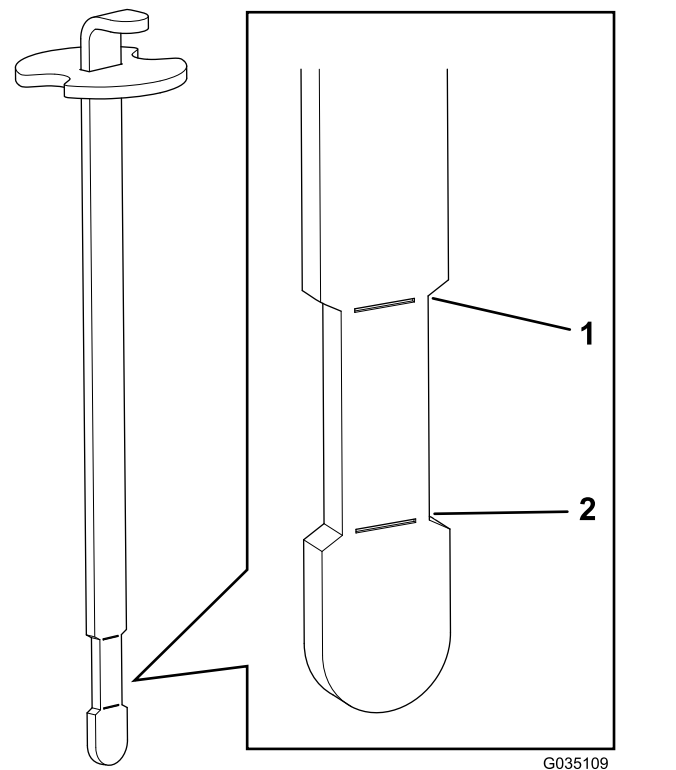

Figure 43
6. Remettez la jauge dans le goulot de remplissage, puis ressortez-la et contrôlez le niveau de liquide (Figure 43).